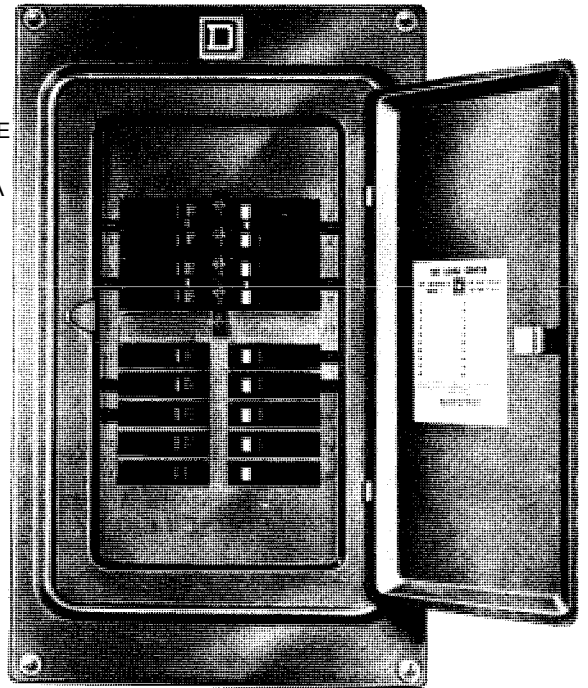

Fig. 31-5. Centros de carga: (A) tablero de fusibles; (B) tablero de ruptores de circuito (Square D Company).
**El centro de carga.** El centro de carga, denominado también tablero de fusibles o de disyuntores, es la unidad a partir de la cual la energía eléctrica se distribuye a los diferentes lugares de la casa (Fig. 31-5). Contiene los fusibles y el interruptor de la línea principal. Este último puede emplearse para desconectar todos los servicios eléctricos de una casa. El centro de carga contiene también los fusibles o disyuntores (cortacircuitos automáticos) que protegen los circuitos derivados del sistema de alambrado.